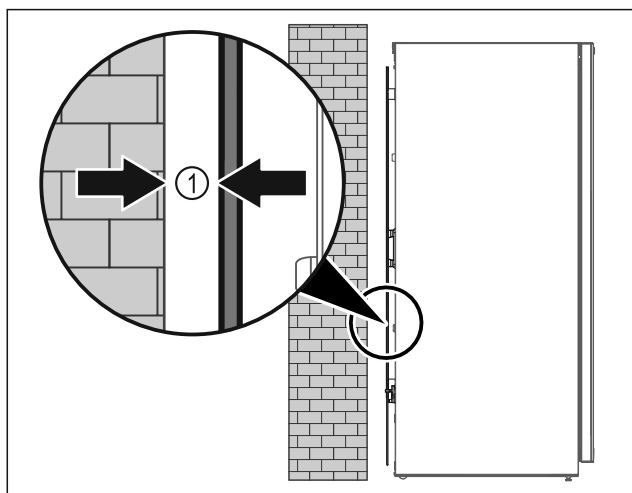

Fig. 7
- ▶ Opstil apparatet enten frit i rummet eller direkte på en væg med en mindsteafstand på 5 mm Fig. 7 (1).